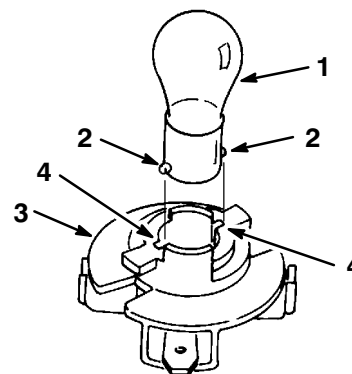

Abbildung 52
4. Die Birne hereindrücken, im Gegenuhrzeigersinn bis zum Anschlag drehen (ca. 1/4 Umdrehung) und aus der Birnenfassung herausnehmen (Abb. 52).
1. Die Glühbirne hat Metallstifte an der Seite ihrer Basis. Die Stifte auf die Schlitz in der Birnenfassung ausrichten und die Basis in die Fassung einsetzen (Abb. 52). Die Birne hereindrücken und bis zum Anschlag im Uhrzeigersinn drehen.